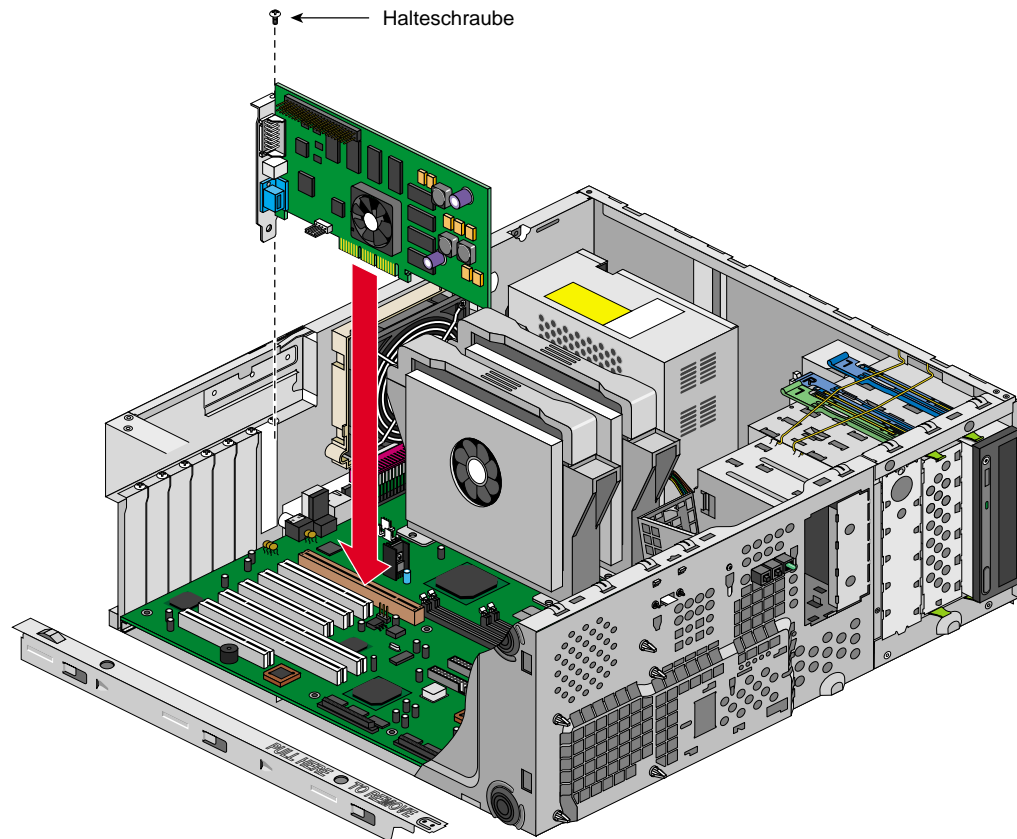

Abbildung 2-26 Installieren einer Erweiterungskarte
3. Setzen Sie die Erweiterungskarte in den Steckplatz ein, und drücken Sie die Karte in den Anschluss, bis sie richtig sitzt. Abbildung 2-26 veranschaulicht das Vorgehen.
4. Ziehen Sie die Halteschraube wie in Abbildung 2-26 gezeigt an.